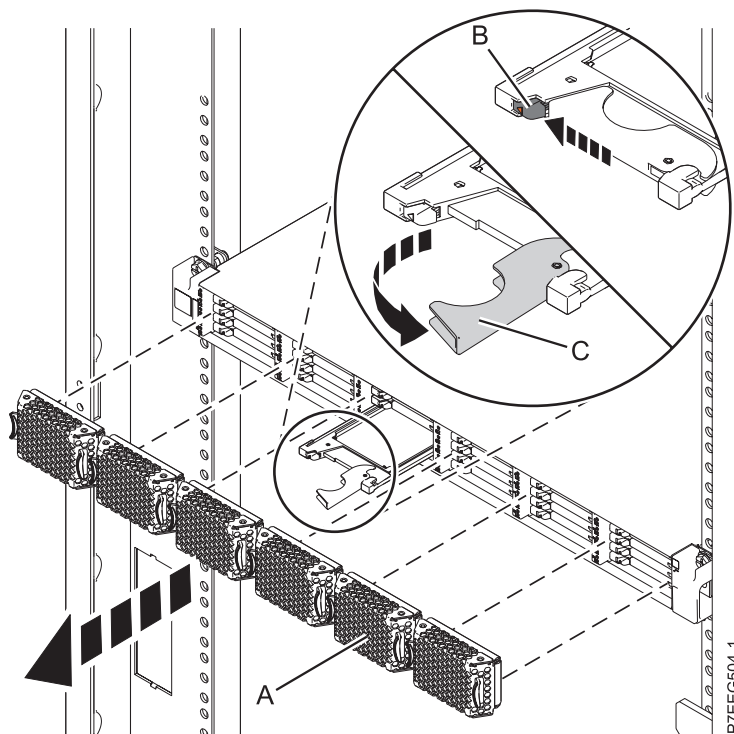

Figure 14. Retrait de l'unité SSD d'une armoire de stockage PCIe ED/R1
4. Retirez le panneau (A) qui couvre l'emplacement contenant l'unité SSD.
5. Lorsque le voyant d'identification de l'unité SSD s'allume et reste fixe, faites glisser doucement le taquet de déverrouillage (B) pour déverrouiller la poignée de l'unité. Pour plus d'informations, voir figure 14.
6. Saisissez la poignée (C) et tirez partiellement l'unité hors de l'emplacement.